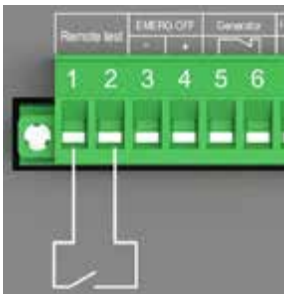

Abbildung 7. Anschluss der Ferntestverbindung beim Compact ATS OTM_C_21D
1. Schließen Sie das Ferntestsignal gemäß Abbildung 7 an.